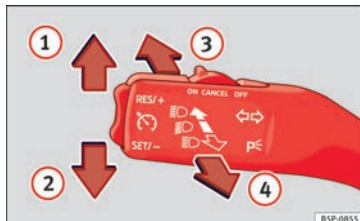

Fig. 60 Manípulo das luzes indicadoras de mudança de direção e dos máximos.
– Carregar a alavanca para cima, até ao batedente para cima »»» Fig. 60 ①, para piscar à direita ou para baixo ②, para piscar à esquerda.
– Se os médios estiverem ligados, pressione o manípulo para a frente »»» Fig. 60 ③ para ligar os máximos.
– Pressione o manípulo na direção do volante »»» Fig. 60 ④ para desligar os máximos.